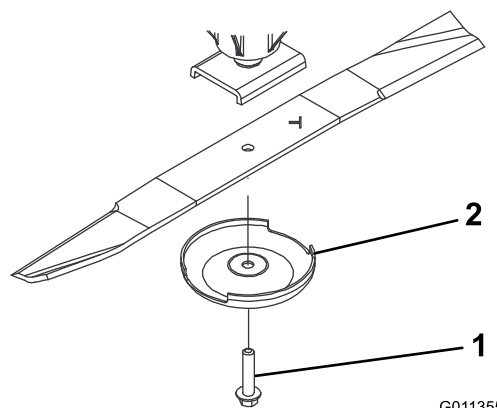

Figure 91
3. Enlevez le boulon, la coupelle de protection et la lame de l'axe de pivot (Figure 91).